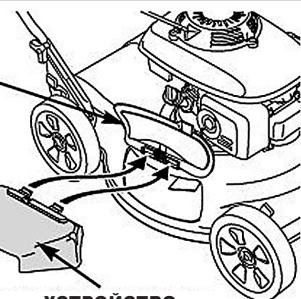

Рис. 6
5. Для установки бокового выброса поднимите боковую крышку деки и установите устройство бокового выброса (*рис. 6*).